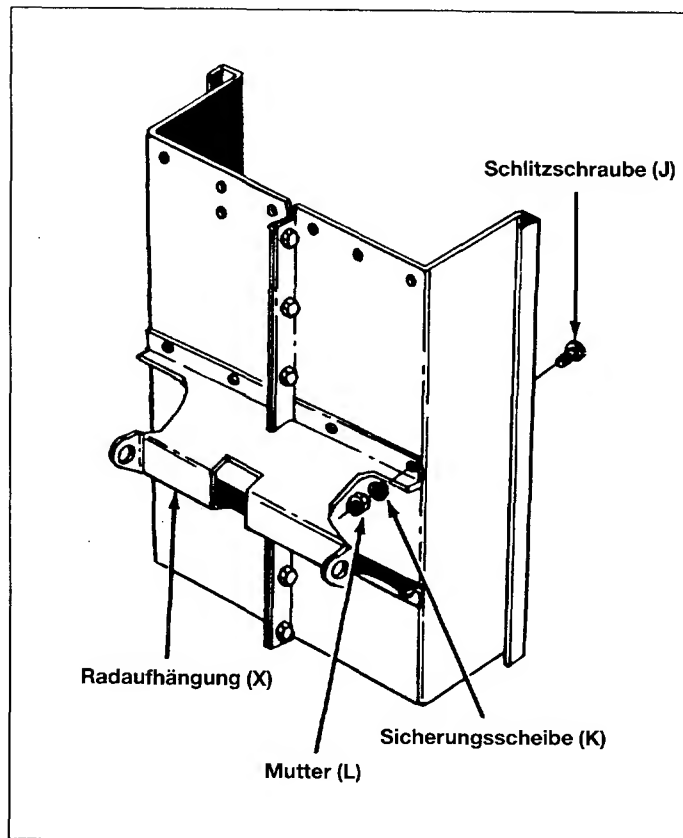

Bild 4
5. Die Radaufhängung (X) am Boden des Wagens an ihren Platz bringen. Siehe Bild 4.
6. Die Radaufhängung mit 8 Schlitzschrauben (J), Sicherungsscheiben (K) und Muttern (L) am Wagen anbringen. Siehe Bild 4. Die Schrauben werden von der Innenseite des Wagens her angebracht und sind festzuziehen.